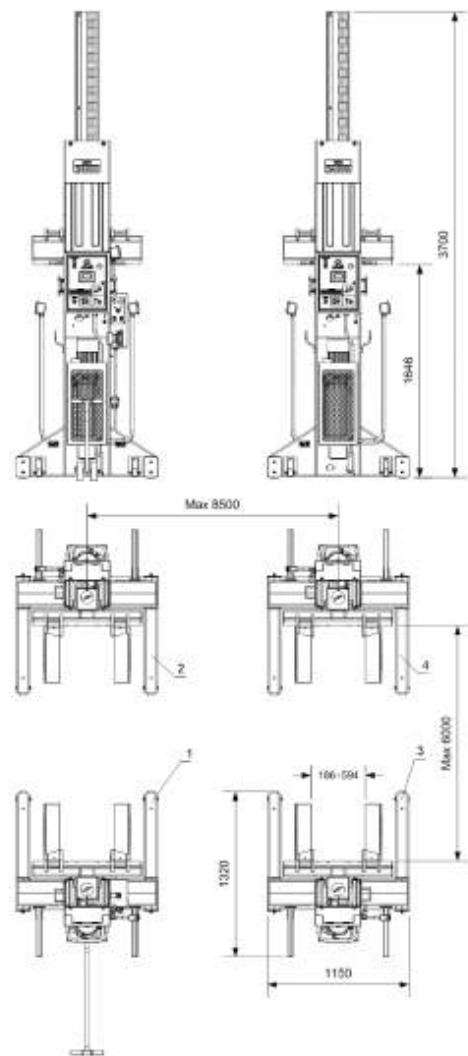

Рисунок 1. Общий вид подъемника ППП-30000/4
4.1 Подъемник состоит из: модель ППП-30000/4 (рисунок 1) – четырех стоек – главной №1 и второстепенных №№ 2, 3, 4; модель ППП-45000/6 (рисунок 2) – шести стоек – главной №1 и второстепенных №№ 2, 3, 4, 5, 6. Подъемник модели ППП-30000/4 возможно переоборудовать в подъемник модели ППП-45000/6 при дополнительном приобретении стоек (от модели ППП-45000/6) №5 и №6.